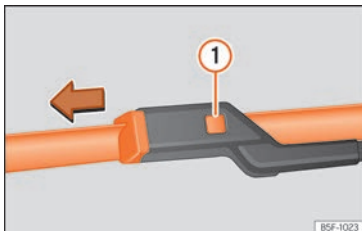

Abb. 51 Scheibenwischerblätter vorne auswechseln.
- Entriegelungstaste » » Abb. 51 Ⓛ gedrückt halten und gleichzeitig das Scheibenwischerblatt in Pfeilrichtung abziehen.